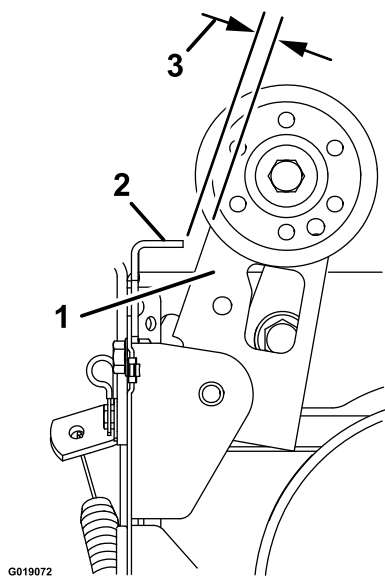

Рисунок 36
3. Отрегулируйте винтовую стяжку так, чтобы зазор между муфтой щетки в сборе и лапкой был равен 3,2 мм (Рисунок 36).